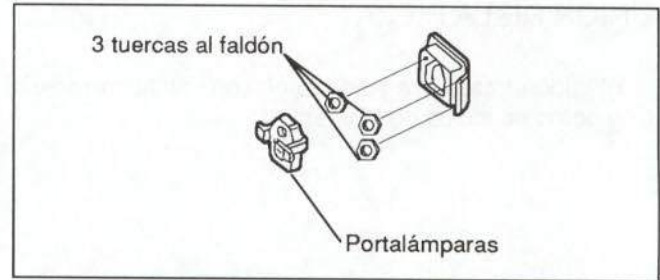

Figura 49.- Fijación de los pilotos traseros
En la figura 49 se muestra su fijación.
- Pilotos (figura 49)